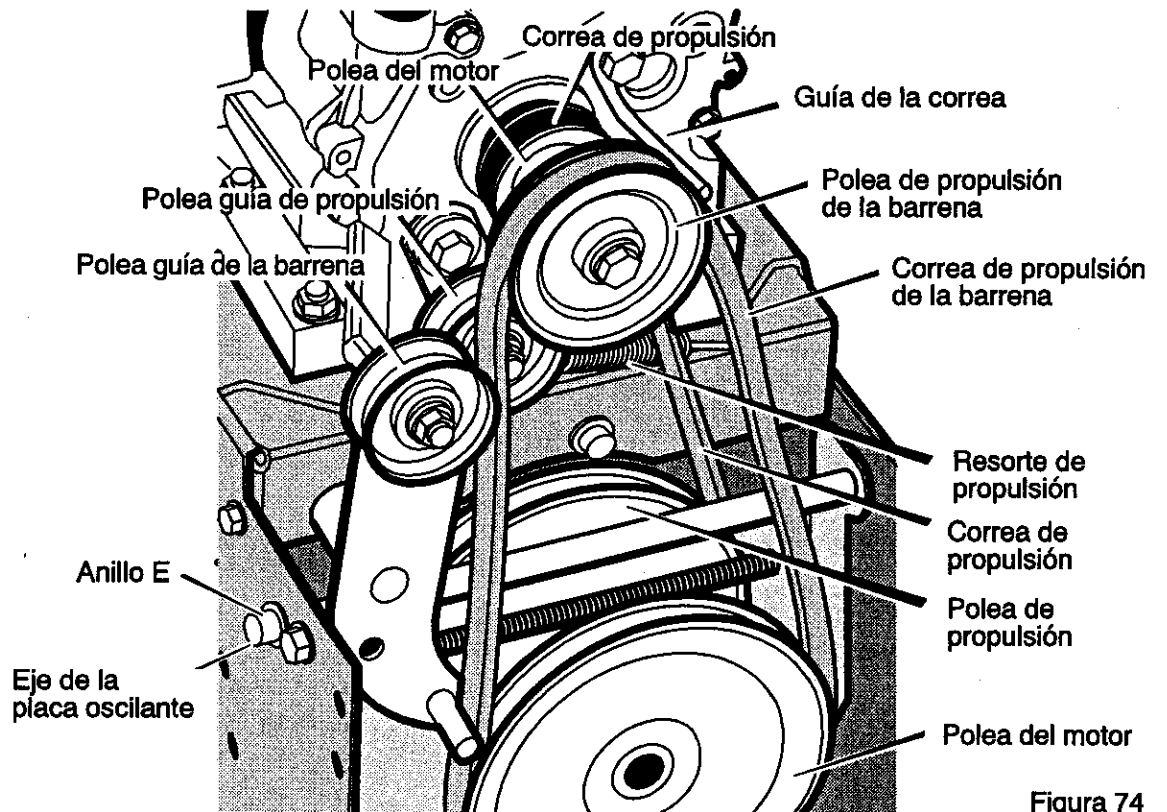

Figura 74
3. Afloje la tuerca de la polea guía de la barrena y mueva esta última hacia la correa un octavo de pulgada aproximadamente (3 mm) (Figura 74).
5. Afloje la **guía de la correa**. Separe la **guía de la polea de propulsión de la barrena** (Figura 74).
la **correa del propulsor de la barrena** por una correa de repuesto original de fábrica disponible en un centro de servicio autorizado (Figura 74).
3. Quite el **anillo E** de uno de los extremos del **eje de la placa oscilante**. Quite este **eje** para que la placa oscilante gire hacia adelante (Figura 74).